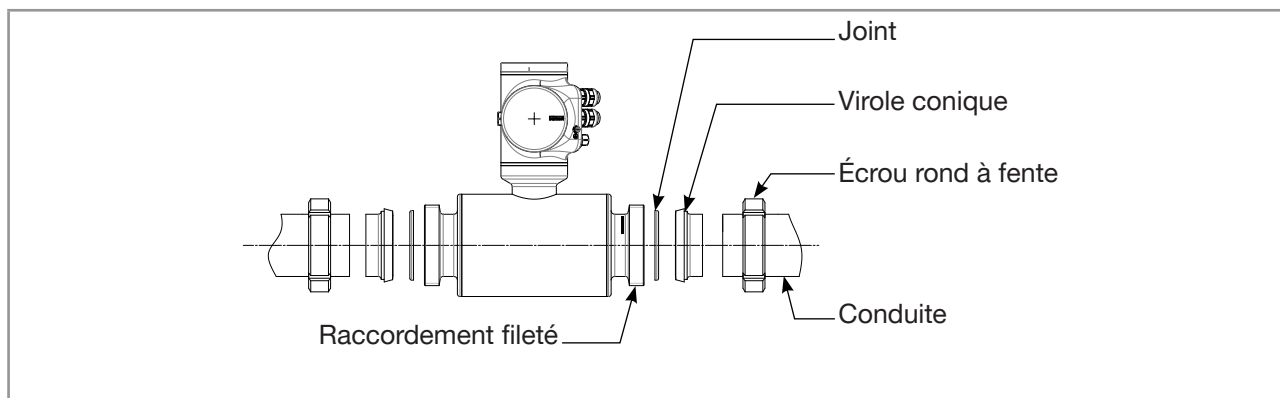

Fig. 19 : Ordre de montage des accessoires
1. Mettre les écrou à fente sur la conduite. Respecter le sens de montage des écrous ronds à encoches afin qu'ils puissent être vissés sur les raccords filetés extérieurs de l'appareil. Voir Fig. 19.